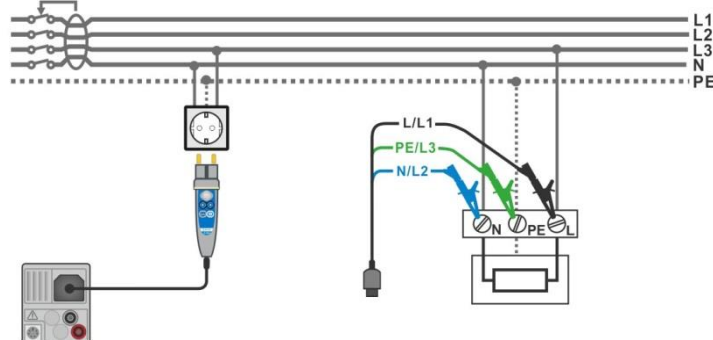

figura 7.72: Misurazione automatica TN (RCD)
- Collegare puntali o il puntale remoto all'oggetto in prova, vedere **figura 7.72**.